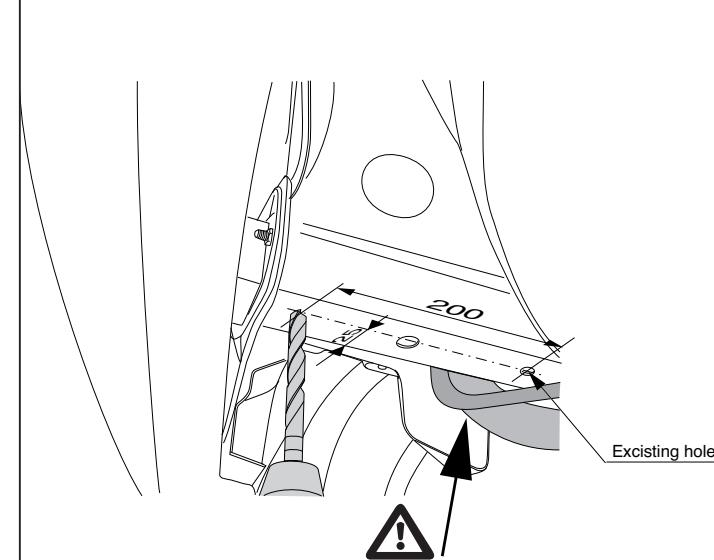

Fig.2
8. Просверлить отверстие А диаметром 11 мм, как указано на рис. 2.